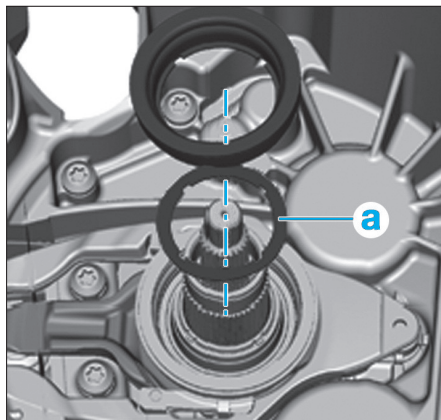

Fig. 11
- Mettre en place la petite butée de l'embrayage avec la rondelle mesurée (a) (Fig.11).